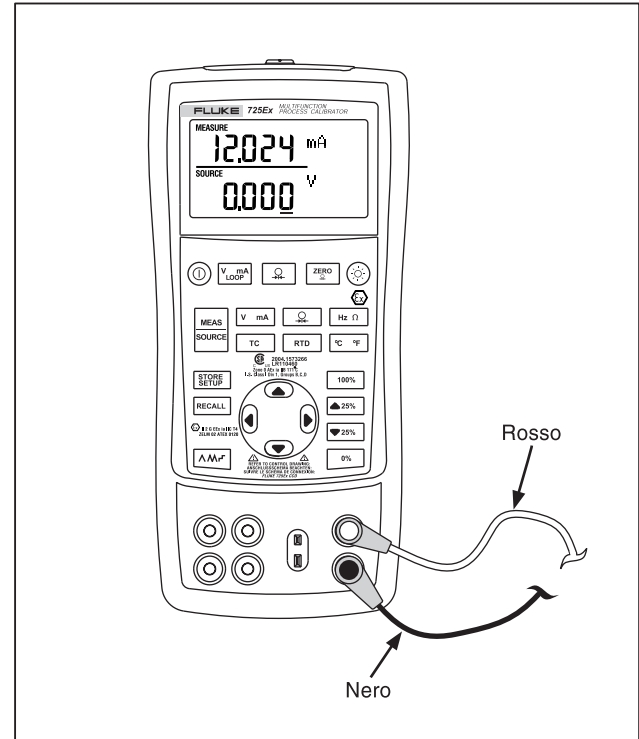

Figura 7. Misura dell'uscita di tensione e corrente
2. Collegare i cavetti di misura come indicato nella figura 7.